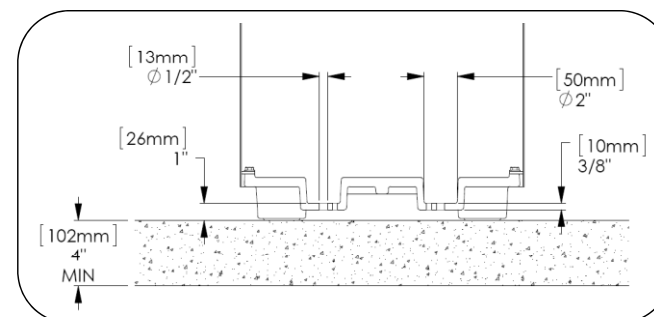

Fig. 3 – Vue d'une section de la base de l'unité simple
4. Déplacer l'unité et percer des trous conformément aux recommandations d'ancrage du fabricant. Voir la Fig. 3 pour les dimensions pour le moulage de la base. Les dimensions s'appliquent à tous les formats d'unité. Consulter le dessin du produit pour l'espacement des trous centre à centre.